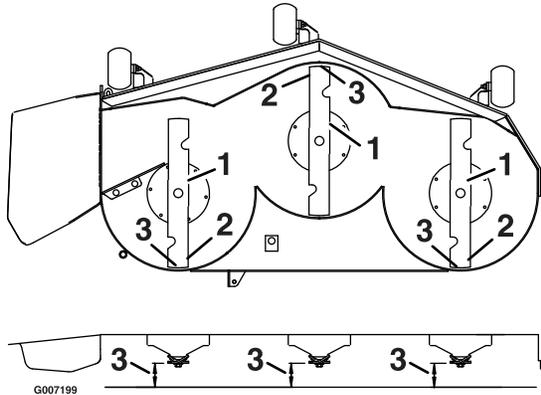

Figura 63
3. Gire cuidadosamente las cuchillas colocándolas en el sentido de avance de la máquina (Figura 63).
- Mida entre la punta de la cuchilla delantera y la superficie plana y entre la punta de la cuchilla trasera y la superficie plana (**Figura 63**).